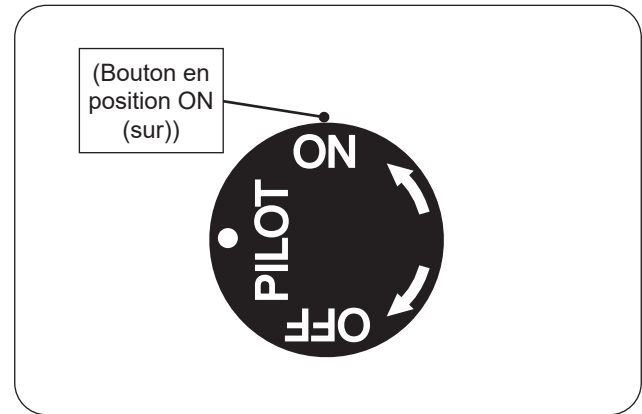

Fig. 54-1 Éclairage manuel
1. Assurez-vous que la veilleuse brûle. Tournez le bouton de commande dans le sens antihoraire ↻ ON (sur) pour allumer le brûleur (voir Fig. 54-1).